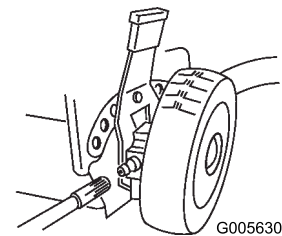

Bild 34
1. Die Schmiernippel an den Hinterrad-Höheneinstellhebeln mit einem sauberen Lappen abwischen (Bild 34).